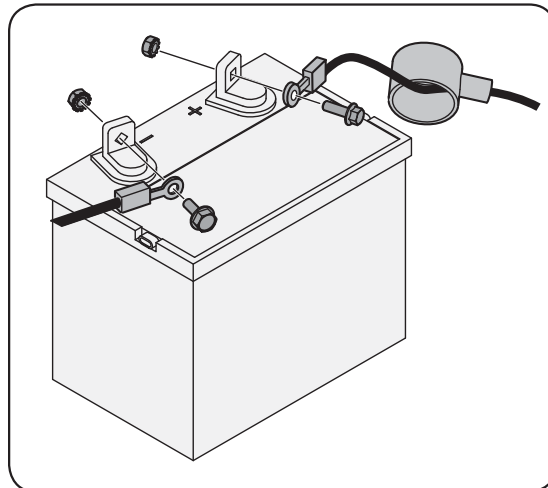

Figure 3-1
2. Enlevez le couvercle en plastique, si équipé, de la borne négative de la batterie et attachez le câble noir à la borne négative de la batterie (-) avec le boulon et l'écrou à six pans. Voir la Fig. 3-1.